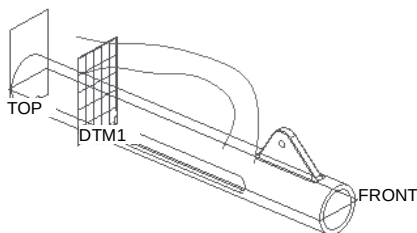
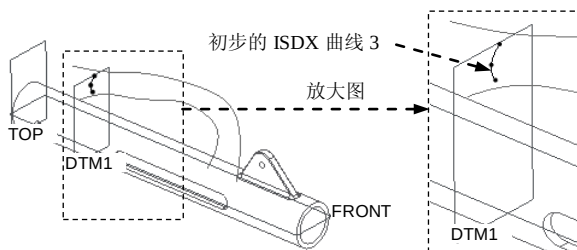

图 8.9.13 设置 DTM1 为活动平面
图 8.9.14 初步的 ISDX 曲线 3
(1) 设置活动平面。单击 **样式** 功能选项卡 **平面** 区域中的“设置活动平面”按钮 ，选取 DTM1 基准平面为活动平面，如图 8.9.13 所示。
(2) 单击  按钮，选择 Course_v1 视图。
(3) 创建初步的 ISDX 曲线 3。单击 **样式** 功能选项卡 **曲线** 区域中的“曲线”按钮 。在操控板中单击  按钮，绘制图 8.9.14 所示的初步的 ISDX 曲线 3，然后单击操控板中的  按钮。
(4) 编辑初步的 ISDX 曲线 3。
① 单击 **样式** 功能选项卡 **曲线** 区域中的“曲线编辑”按钮 。单击图 8.9.14 中初步的 ISDX 曲线 3。